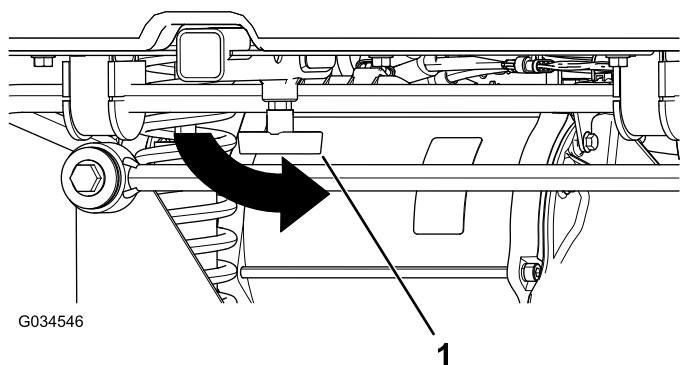

Figura 16
4. Apriete la maneta en T girándola en sentido antihorario (Figura 16).